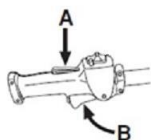

Fig. 5
7.2 BLOCCO DELL'ACCELERATORE (Fig. 5)
Il blocco dell'acceleratore (Fig. 5-A) impedisce le accelerazioni involontarie, pertanto per azionare l'acceleratore bisogna premere contemporaneamente il blocco (Fig. 5-A) e l'acceleratore (Fig. 5-B).
- Prima di ogni utilizzo, premere il blocco dell'acceleratore (Fig. 5-A) e controllare che ritorni in posizione di riposo non appena rilasciato.
- Prima di mettere in moto la mototrivella, controllare che l'acceleratore (Fig. 5-B) e il blocco dell'acceleratore (Fig. 5-A) funzionino correttamente.
2. Posizionare l'interruttore di accensione su "I" (Fig. 5).